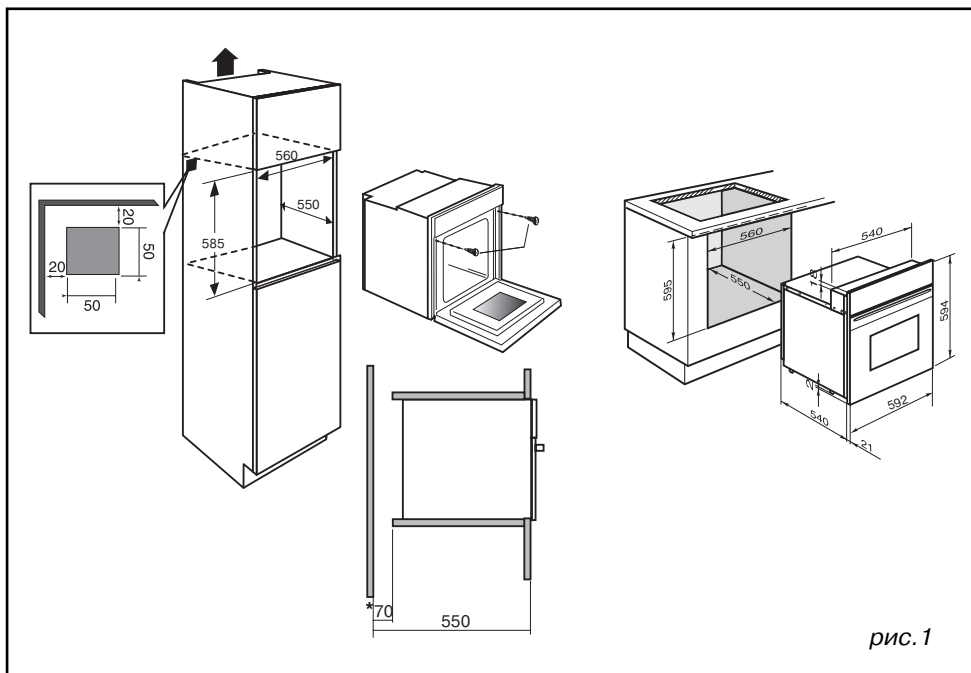

рис. 1
- Для большей устойчивости, прикрепите духовой шкаф к мебели двумя винтами через отверстия, предусмотренные для этого в боковых стойках (рис. 1).